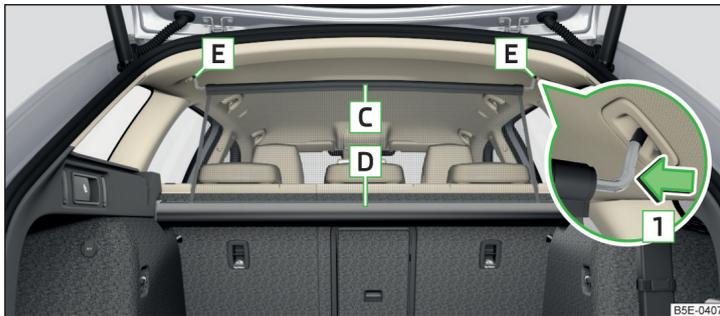

Abb. 116 Netztrennwand hinter den Rücksitzen im herausgezogenen Zustand
- Sich überzeugen, dass die Querstange der Netztrennwand fest in den Aufnahmen **E** sitzt » Abb. 116 auf Seite 118.
- Die Netztrennwand an der oberen Querstange **C** aus dem Gehäuse **D** ziehen » Abb. 116.
- Auf die Querstange drücken und aus den Aufnahmen **E** erst auf der einen, dann auf der anderen Seite herausnehmen » Abb. 116.